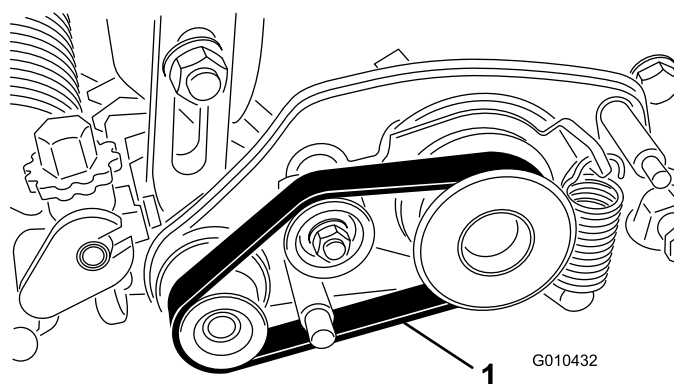

Figura 18
2. Monte la correa sobre la polea arrastrada, la polea tensora y el conjunto de la polea, como se muestra en Figura 18.